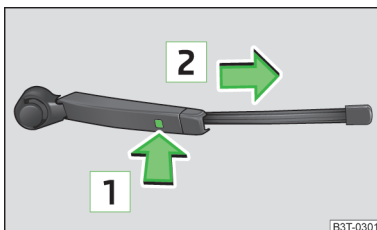

Fig. 198
- Presionar la parte superior del brazo de la escobilla y desenclavar el seguro **1** » fig. 198.